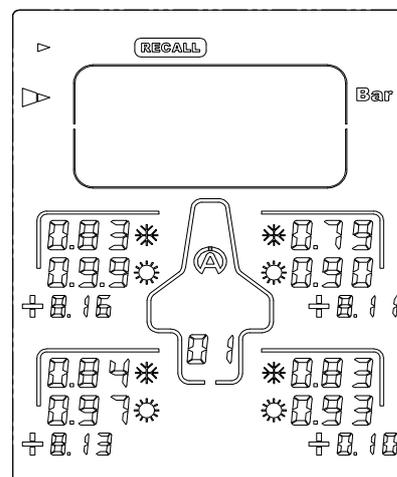

Figure 8
- 3) Pressez le bouton  ou  : le Tyrecontrol affiche les pressions du premier « Set » enregistré, + les écarts. (Figure 8)